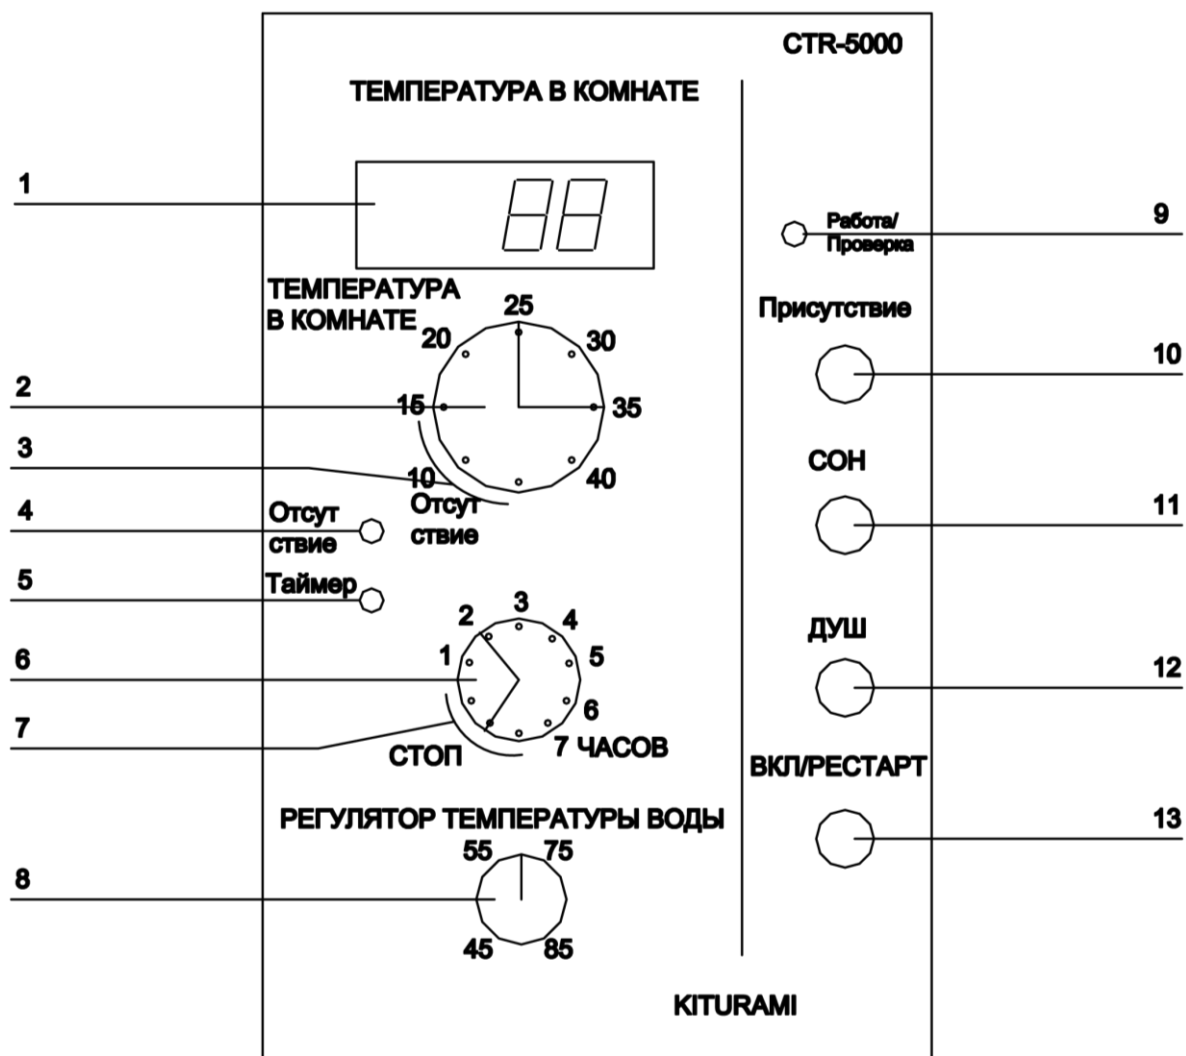

Рис. 4.
- регулятор «ТЕМПЕРАТУРА В КОМНАТЕ» (Поз.2; рис. 4);
- отметка на шкале регулятора «ТЕМПЕРАТУРА В КОМНАТЕ» - «ОТСУТСТВИЕ» (Поз.3; рис. 4);
- регулятор «ТАЙМЕР» (Поз.6; рис. 4);
- отметка на шкале регулятора «ТАЙМЕР» - «СТОП» (Поз.7; рис. 4);
- регулятор «ТЕМПЕРАТУРА ВОДЫ» (Поз.8; рис. 4);
- кнопка «ПРИСУТСТВИЕ» (Поз. 10; рис. 4);
- кнопка «СОН» (Поз.11; рис. 4); кнопка «ДУШ» (Поз.12; рис. 4);
- кнопка «ВКЛ/РЕСТАРТ» (Поз.13; рис. 4).
- дисплей (Поз.1; рис. 4);
- светодиод «ОТСУТСТВИЕ» (Поз.4; рис. 4);
- светодиод «ТАЙМЕР» (Поз.5; рис. 4);
- светодиод «РАБОТА/ПРОВЕРКА» (Поз.9; рис. 4);
- подсветка кнопки «ПРИСУТСТВИЕ» (Поз. 10; рис. 4);
- подсветка кнопки «СОН» (Поз. 11; рис. 4); подсветка кнопки «ДУШ» (Поз. 12; рис. 4).
**Кнопка «ВКЛ /РЕСТАРТ»** (Рис. 4; поз.13). Элемент прибора, предназначенный для включения (выключения) прибора CTR-5000 и котла.
**Дисплей** (Рис. 4; поз.1). Элемент прибора, предназначенный для отражения текущей температуры в помещении.
**Светодиод «РАБОТА/ПРОВЕРКА»** (Рис. 4; поз.9). Элемент прибора, предназначен для информирования о включении или выключении функции «РАБОТА/ПРОВЕРКА».
**Регулятор «ТЕМПЕРАТУРА В КОМНАТЕ»** (Рис. 4; поз.2). Элемент прибора, предназначен для предварительной установки параметра обогреваемой температуры отопливаемого объекта, или для включения функции «ОТСУТСТВИЕ» (Рис. 4; поз. 3).
**Регулятор «ТАЙМЕР».** (Рис. 4; поз.6).
**Основная установка этого регулятора напротив отметки «СТОП».** (Рис. 4; поз.7).
**Регулятор «ТЕМПЕРАТУРА ВОДЫ».** (Рис. 4; поз.8). Регулятор предназначен для предварительной установки температуры теплоносителя в котле. Выбор этой температуры выполняется при помощи шкалы в диапазоне от 45°C до 85°C, с градацией шкалы, 2,0°C.
**Функция «ТАЙМЕР».** Эта функция управляет режимом отопления котла по программе, которую владелец котла устанавливает по своему желанию. Предварительное программирование функции «ТАЙМЕР» выполняется: регулятором «Температура воды» (Рис. 4; поз.8); регулятором «ТАЙМЕР» (Рис. 4; поз.6);